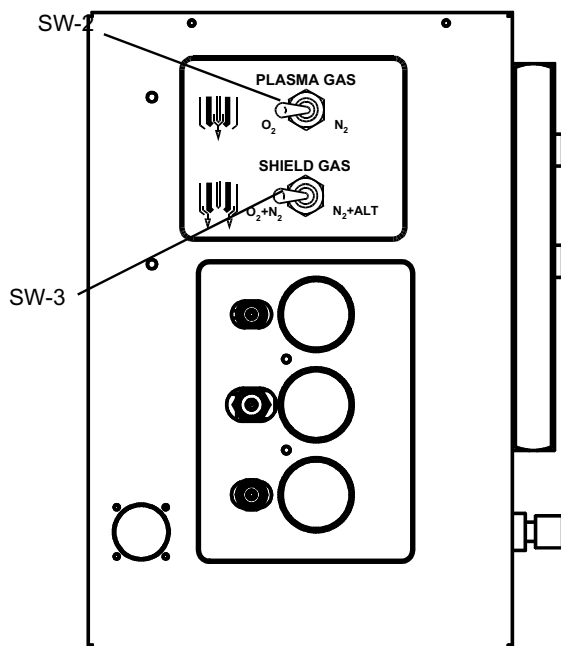

Figura 4-2. Regolatore di flusso
C. Sul regolatore di flusso (Figura 4-2):